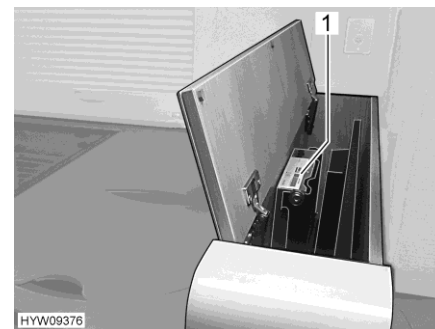

Fig. 92 Écran plat (escamoté)
- Écran plat escamotable manuellement : Appuyer légèrement le mécanisme de réglage de hauteur (Fig. 92,1) vers le bas pour soulager le ressort. L'écran plat monte automatiquement.